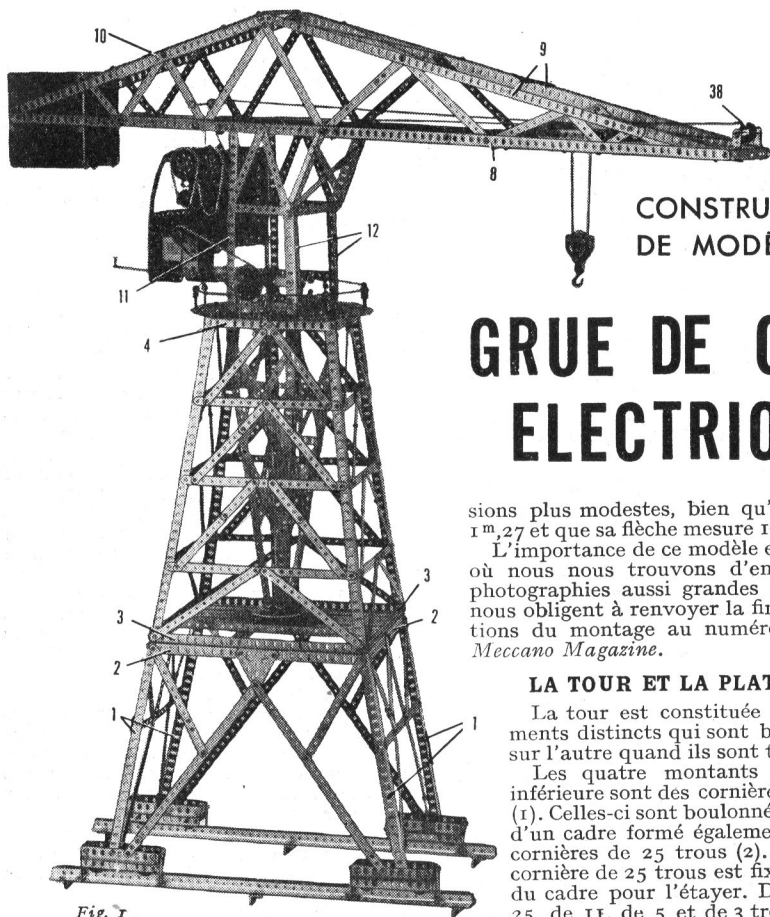

Fig. 1
Les quatre montants de la partie inférieure sont des cornières de 25 trous (1). Celles-ci sont boulonnées aux angles d'un cadre formé également de quatre cornières de 25 trous (2). Une dernière cornière de 25 trous est fixée en travers du cadre pour l'étayer. Des bandes de 25, de 11, de 5 et de 3 trous, ainsi que deux plaques triangulaires de 6 cm., sont boulonnées entre les montants, comme le montre la figure 1.